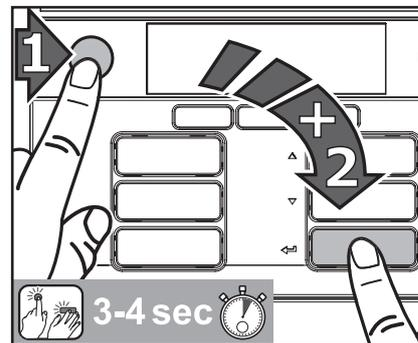

Fig. 24
1. Premere innanzitutto il tasto STOP, dopodiché il tasto INVIO  e mantenere premuti contemporaneamente ambedue i tasti per 3-4 secondi, per accedere al modo di pulizia (fig. 24).